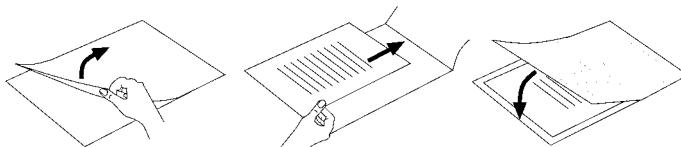

Fig. 2
- Veillez à utiliser un seul film pour la plastification. Commencez d'abord par l'ouvrir, comme indiqué par exemple sur la fig. 2.
- ▶ Veillez à utiliser un seul film pour la plastification. Ouvrez tout d'abord ce dernier, comme par exemple indiqué sur la fig. 2.